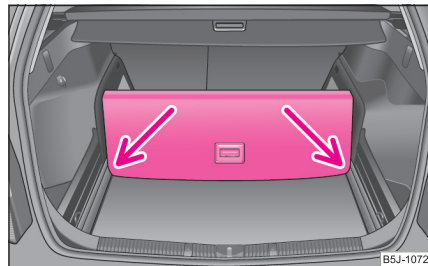

Fig. 72 Compartimentarea portbagajului
- Ridicați partea podelei cu mânerul și asigurați-o prin introducerea în fixaje ⇒ fig. 72. ■